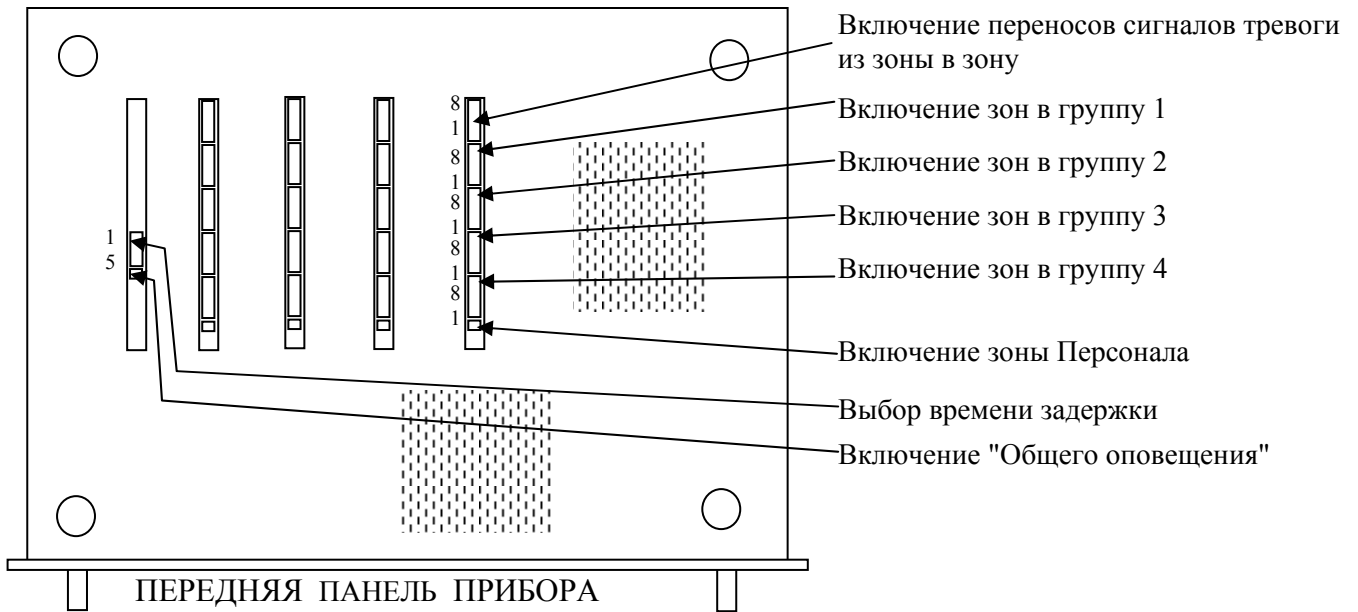
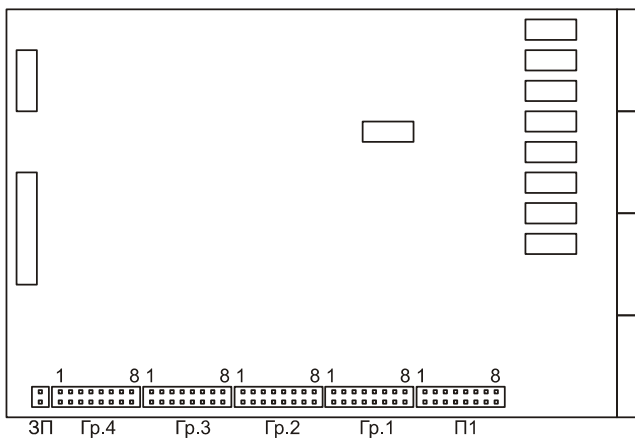

Рис. 3. Карта расположения переключателей на днище прибора.
Рис. 4. Карта расположения переключателей на модуле каналов (плата входов).
Установка алгоритма выполняется путем закрепления Канала за конкретной группой Зон путем установки соответствующей переключки в группах Гр.1 – Гр.4 (Рис. 3). Данный алгоритм, в сочетании с алгоритмом с переносом сигналов тревоги, применим для многоэтажных объектов, когда сначала надо оповещать опасные зоны (этаж возгорания и все этажи выше), затем все остальные Зоны в группе. В системе оповещения, построенной с применением одного Прибора «Тромбон - ПУ-М» может быть организовано от 1-й до 4-х групп зон или группировка вообще не использоваться.
5.3.5. Зона оповещения «Персонал учреждения» предназначена для первоочередного оповещения служащих Объекта (учреждения). В качестве зоны «Персонал учреждения» может быть выбран 8-й Канал в любом из модулей каналов, входящих в состав Прибора. Установка зоны выполняется установкой переключки «ЗП» (Рис. 4 или Рис. 3) на соответствующем модуле каналов.